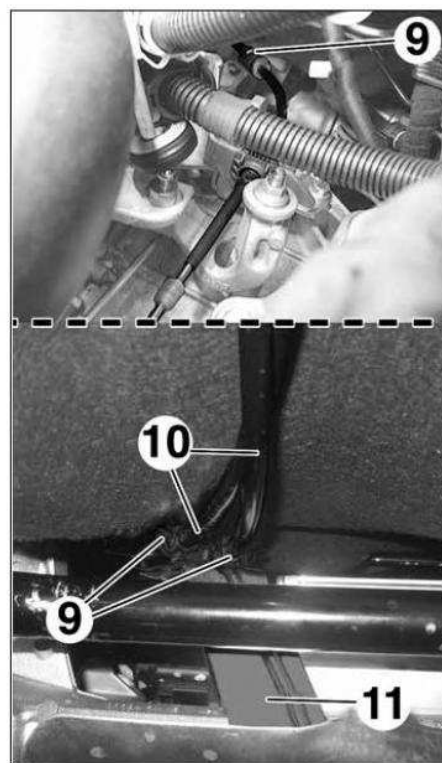

FIG. 6
- Staccare i cavi (10) dai fermi (9) e dal supporto (11) (Fig.6).